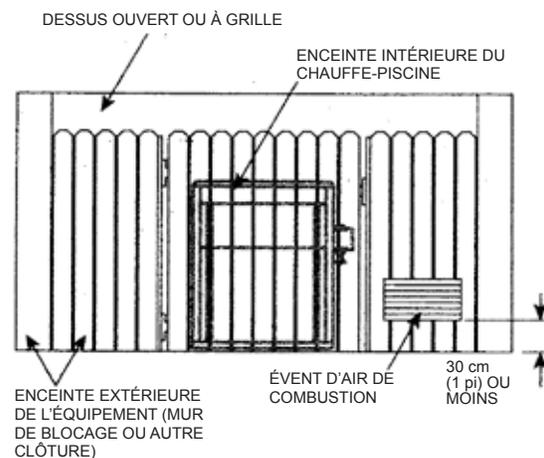

Figure 11: Enceinte extérieure
10. Toute enceinte autour du chauffe-piscine doit fournir un évent pour l'air de combustion commençant à 30 cm (12 po) du bas de l'enceinte. L'ouverture d'aération doit avoir une surface libre d'au moins 6,45 cm2 (1 po2) par 4 000 BTU par heure de débit calorifique total provenant de tous les chauffe-piscines dans l'enceinte. Voir la figure 11.